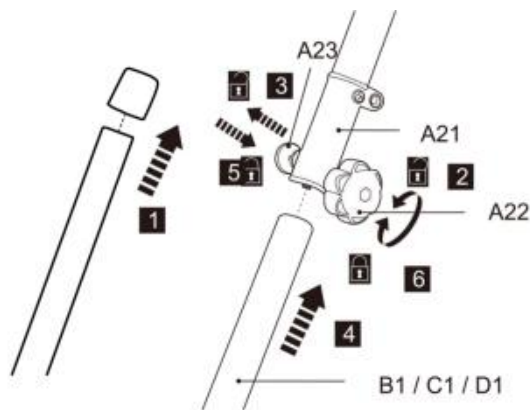

Fig. 3
27. Rimuovere il cappuccio di protezione premontato dal palo inferiore (B1/C1/D1) (Fig.3 , passaggio 1).
28. Allentare la manopola di bloccaggio (A 22) , ma non rimuovere completamente e(Fig.3 , passaggio 2).
29. Allineare e inserire l'asta inferiore (B 1/C 1/D 1) nel manicotto di bloccaggio (A 21), tirando la molla bullone(A 23) (Fig.3 , passaggi 3 e 4) .
30. Ruotare leggermente l'asta inferiore per allineare il foro con la molla bullone (A23) . Rilascia la molla bullone quindi per fissare il palo inferiore in posizione. Assicurare la molla il bullone scatta nel foro (Fig.3 , passaggio 5).
6. Stringere la manopola di bloccaggio (A 22) per fissare la connessione (Fig.3 , passaggio 6).